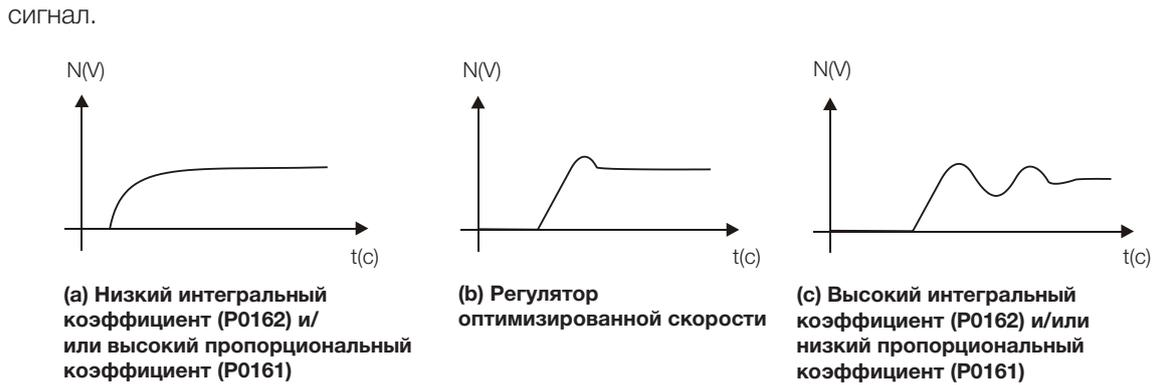

Рисунок 12.5: (a)–(в) Типы отклика регуляторов скорости
6. Проверьте, какой из вариантов на Рисунок 12.5 на странице 12-17 лучше всего представляет наблюдаемый
7. Отрегулируйте P0161 и P0162 в соответствии с типом ответа, представленным на Рисунок 12.5 на странице 12-17.